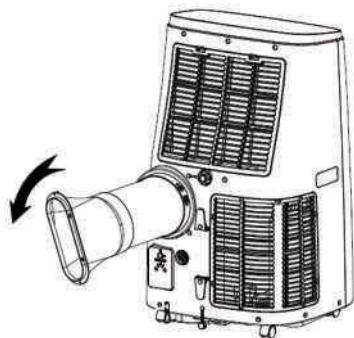

Bild 1
Installera värmeslangen (enligt bild 1)
2. sätt in värmeslangen (ändan på utblåsslangen) på panelens baksida utloppsöppning (tryck till vänster) och montera klart (som visas i bild 1).
1. Markera mitten (M) på fönsterfogens (Fig. 1).